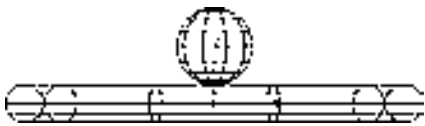

图 11-34 圆环与球
6) 转换视图。单击“视图”工具栏中的“前视”按钮, 切换到前视图, 如图 11-34 所示。